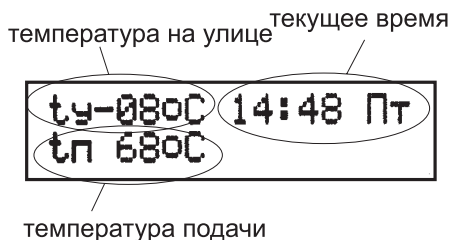

Рис.3.2. Основной экран.
на Рис.3.2. На этот экран всегда возвращается индикация, если в течение 30 секунд не нажималась ни одна кнопка. Время и день недели можно подстроить. Для этого необходимо нажать кнопку «выбор» (16), при этом заморгает значение часов. Кнопками «больше» (15) или «меньше» (14) можно подстроить требуемое